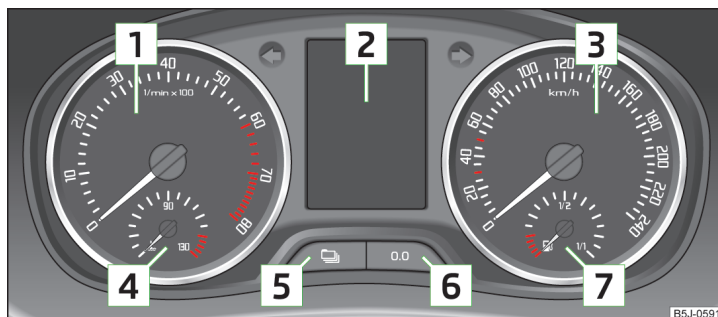

Fig. 19 Panoul de bord
Zona roșie de pe scala turometrului 1 » fig. 19 la pagina 26 marchează domeniul în care unitatea de comandă a motorului începe să limiteze turația motorului. Unitatea de comandă a motorului limitează turația motorului la o valoare limită sigură.
Afișajul temperaturii lichidului de răcire 4 » fig. 19 la pagina 26 funcționează numai când contactul motor este cuplat.
Indicatorul rezervei de combustibil 7 » fig. 19 la pagina 26 funcționează numai când contactul motor este pus.
Resetarea indicațiilor se poate face prin apăsarea tastei  » fig. 19 la pagina 26.
Ceasul se reglează de la tastele  și  » fig. 19 la pagina 26.
- ▶ Apăsați din nou tasta  » fig. 19 la pagina 26, până când clipește afișarea contorului de kilometraj » pagina 28.